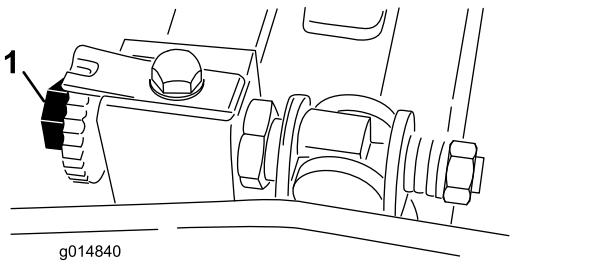

图52
3. 旋转滚刀使一片刀片经过滚刀组右侧第一个与第二个底刀刀刃 图52。
6. 向右转动底刀架调节螺丝左右滑动薄垫片直至感到薄垫片上存在轻微的压力如拉力 图52。